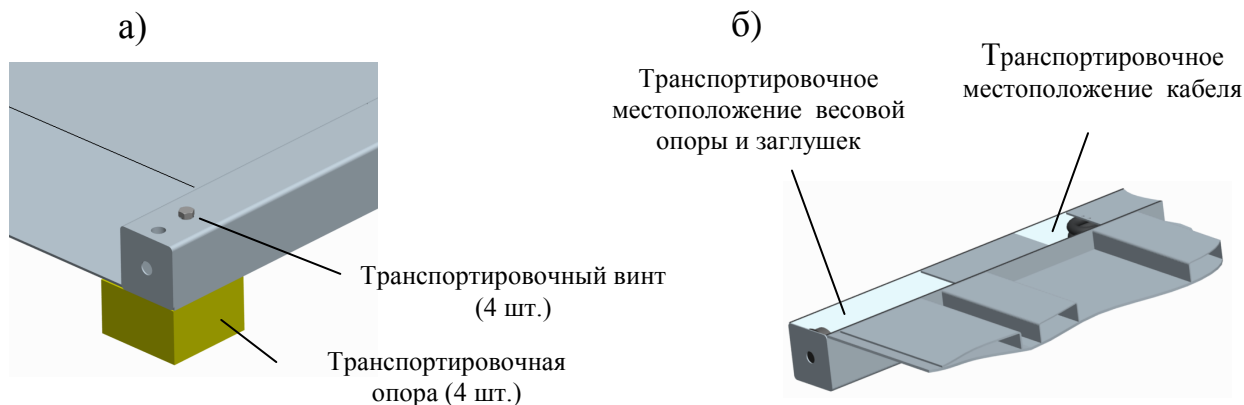

Рис. 5.1 - Распаковка модуля
5.1 Распаковать модуль. Вывинтить транспортировочные винты, удалить транспортировочные опоры (Рис. 5.1а).
5.2 Перевернуть модуль. Извлечь из модуля весовые опоры, заглушки и кабель (Рис. 5.1б). Вкрутить весовые опоры в весоизмерительные датчики.